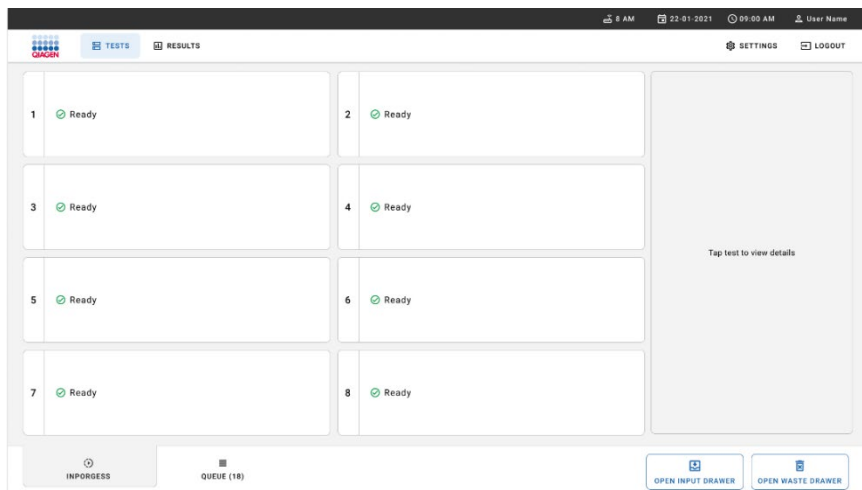

Figure 20. Écran de test principal.
1. Appuyez sur le bouton **OPEN WASTE DRAWER** (Ouvrir le tiroir à déchets) dans le coin inférieur droit de l'écran principal de test (figure 20).
3. Fermez le tiroir à déchets après avoir retiré les cartouches. Le système analyse le plateau et revient à l'écran principal (figure 20). Si le plateau a été retiré à des fins de maintenance, assurez-vous qu'il est correctement inséré avant de fermer le tiroir.
4. Appuyez sur le bouton **OPEN INPUT DRAWER** (Ouvrir le tiroir d'entrée) dans le coin inférieur droit de l'écran (figure 20).